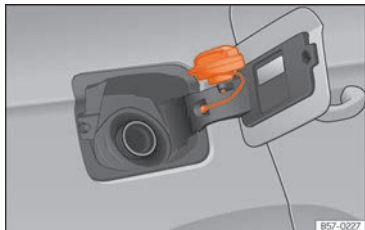

Fig. 61 Trappe à carburant avec bouchon fermé.
- Placez le bouchon dans le logement se trouvant sur la charnière de la trappe à carburant ouverte » **fig. 61**.